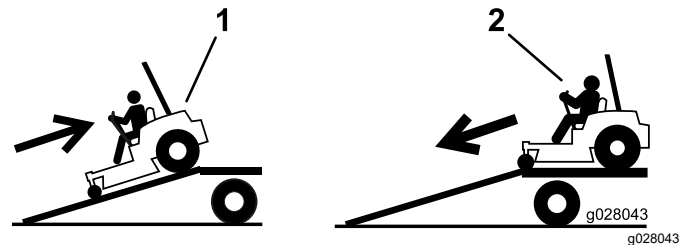

Figura 43
2. Baje la máquina por la rampa conduciendo hacia adelante (Figura 43).